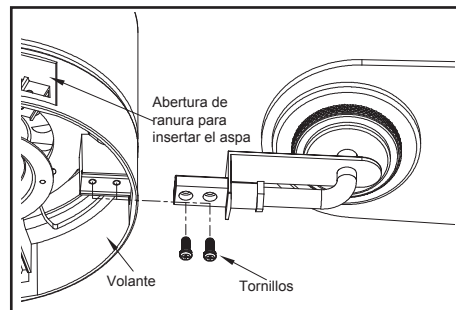

Figura 13
2. Inserta el ensamblaje del aspa en la abertura del centro del volante; alinea los dos orificios para tornillo del ensamblaje con sus correspondientes en el volante y asegura con los tornillos incluidos. Repite el procedimiento para ensamblar las aspas restantes. (Figura 13)